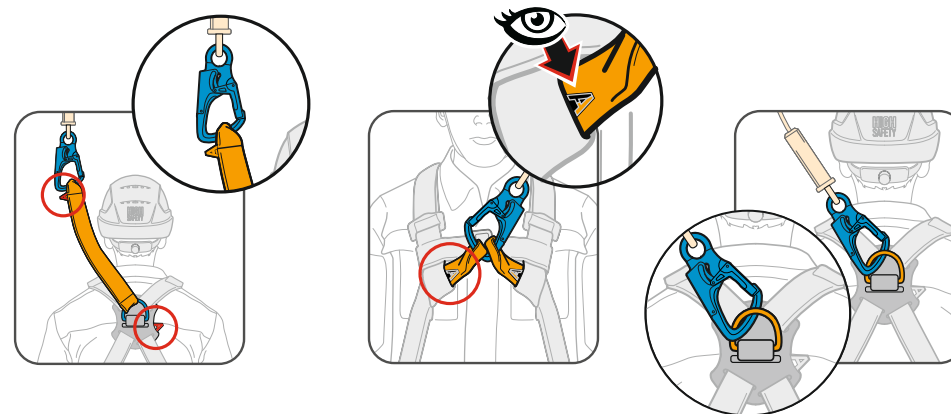

Рис. 13 Соединение СЗВТ KLĚN с точками крепления на привязи.
5. Соединить СЗВТ карабином с запорной блокировкой защелки с точкой крепления привязи с маркировкой «А» (буква «А» должна быть полностью закрашена) (рис. 13) или соединив одновременно с двумя точками крепления, обозначенными половиной буквы «А».
6. Соединить СЗВТ карабином класса Т с точкой крепления привязи с маркировкой «А» (буква «А» должна быть полностью закрашена) (рис. 13) или соединив одновременно с двумя точками крепления, обозначенными половиной буквы «А».